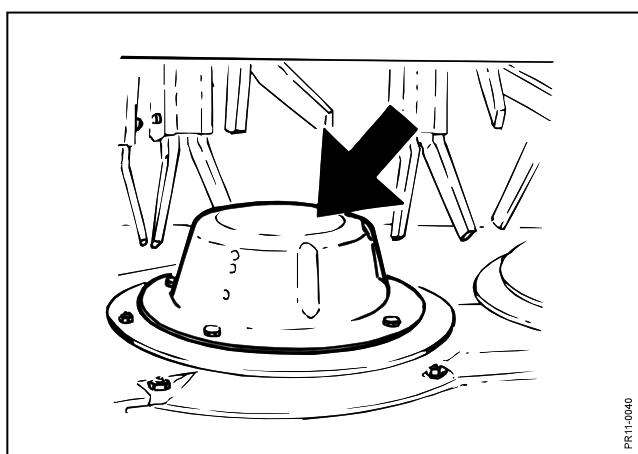

Fig. 3-10
**Fig. 3-10** Skiverne kan forsynes med lave flowhatte for hurtigere, at løfte høstmaterialet væk fra knivene. Herved nedsættes risikoen for stribedannelse og gensnitning.